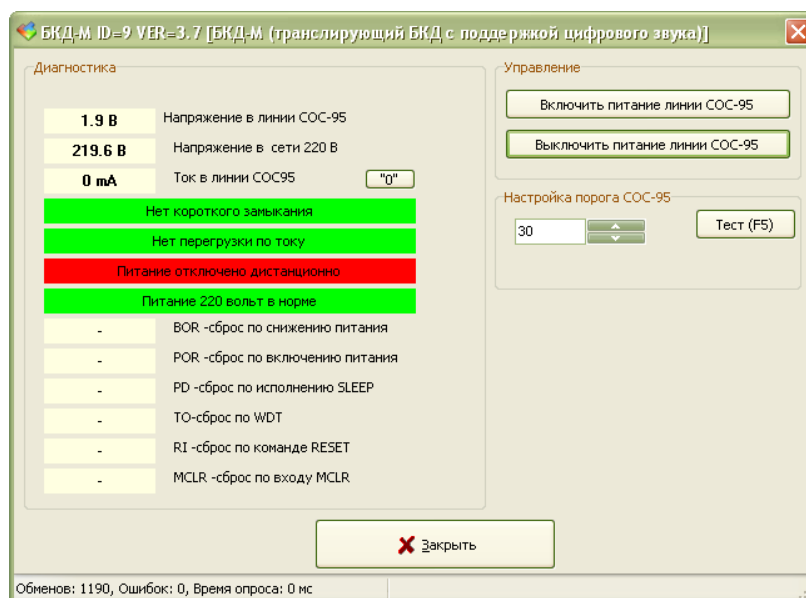

Рисунок 15 - Окно «Тест»
- 4) Выбрать найденный блок в таблице устройств и нажать кнопку «Тест». Откроется окно с параметрами блока (рисунок 15).